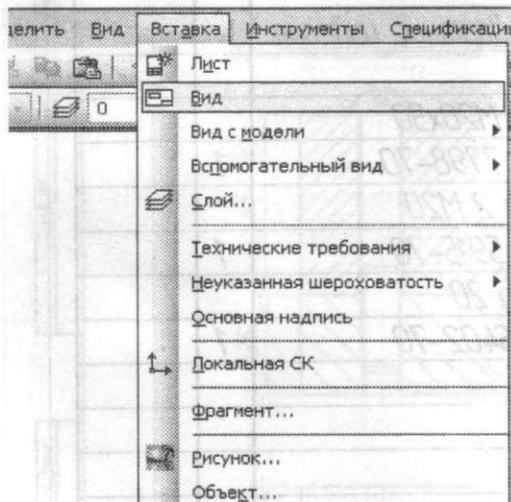
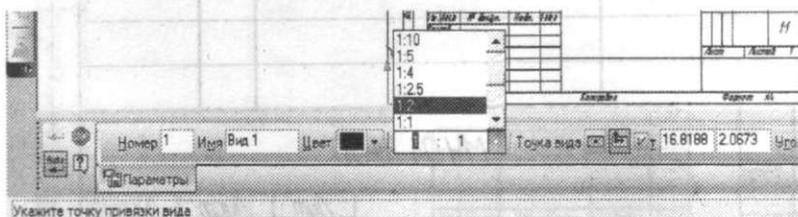
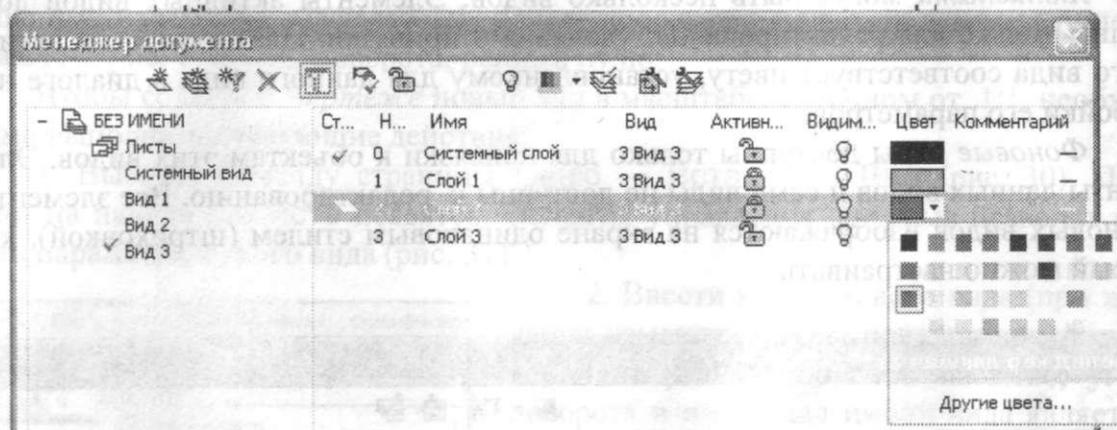

Рис. 30. Страница Меню → Вставка
Рис. 31. Панель Свойств операции Вид
Рис. 33. Окно Менеджер документа (для Слоя)
1. Выбрать команду страницы Меню → Вставка → Вид (рис. 30). При этом на панели Свойств появятся элементы управления, которые позволят задать параметры нового вида (рис. 31).
новый и погашенный, и работа с ними аналогична работе с видами. Чтобы создать новый слой обращаются к странице Меню → Вставка → Слой... (см. рис. 31). При этом открывается окно Менеджер документа (для слоев) (рис. 33). Кнопка Создать слой  этого окна позволяет задать параметры создаваемого слоя: номер, цвет, имя.
3. Выбирают нужную операцию щелчком мыши на кнопке панели Инструментов или в строке Меню с помощью последовательности Операции → Операция и далее выбирают команду, например, Выдавливания (см. рис. 33).